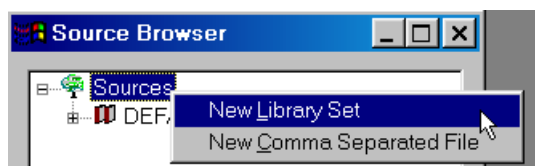

Рис. 8-4. Добавление новой группы
2) В появившемся меню выберите команду **New Library Set** (новый библиотечный набор), как показано на рис. 8-4.